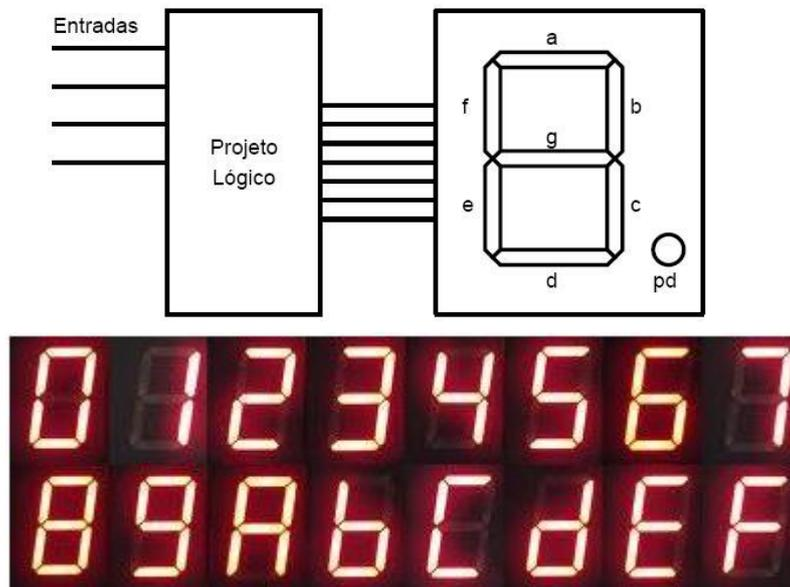

Figura 1: Diagrama da questão 1.
- a) (a) Utilizando o display de 7 segmentos da DE1 e observando a figura 1, projetar um decodificador que faça a conversão de um código binário e o controle lógico do display apresentando o equivalente decimal do número binário na entrada do circuito. Quando os valores saírem fora da faixa válida (de 0 a 9 decimal) o display deve apresentar a letra E, que indica “erro”. [VHDL, sem usar processo]